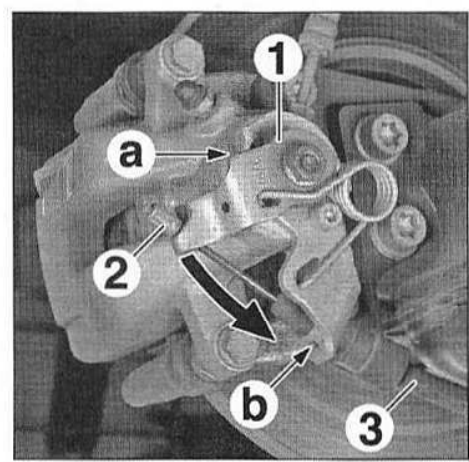
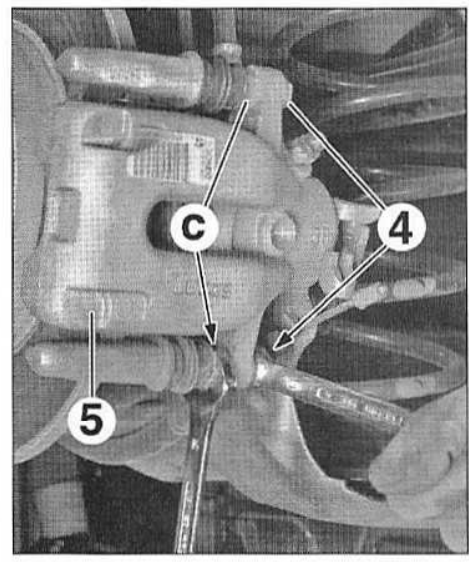

FIG.7
FIG.8
- Insérer un tournevis plat en (a) (Fig.7).
- Appuyer sur le tournevis afin de baisser le levier (1).
- Une fois le levier (1) en butée, à l'aide d'une pince multiprise, dégager l'embout (2) du levier (1).
- Libérer le câble de frein de stationnement (3) de l'oeillet en (b).
- Déposer les vis (4) en exerçant un contre-couple en (c) (Fig.8).
- Dégager l'étrier (5) de son support.